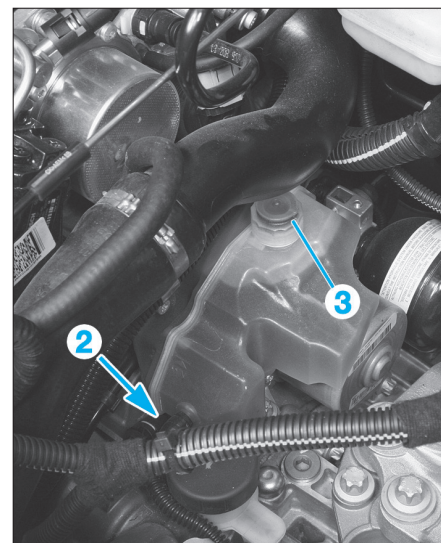

Fig. 16
- Retirer le bouchon du purgeur (2) (Fig.16).
- Retirer le bouchon (3) du réservoir et visser l'adaptateur de l'appareil à la place.